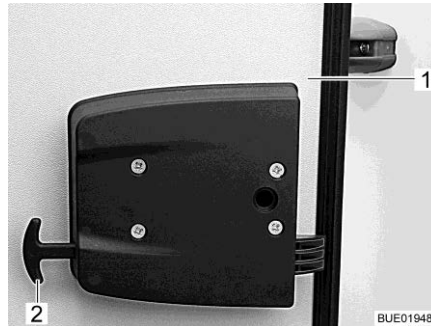

Fig. 38 Sbloccaggio di emergenza dello sportello del garage
- Tirare le due maniglie dello sbloccaggio di emergenza (Fig. 38,2).
- Spingere verso l'esterno lo sportello del garage (Fig. 38,1).